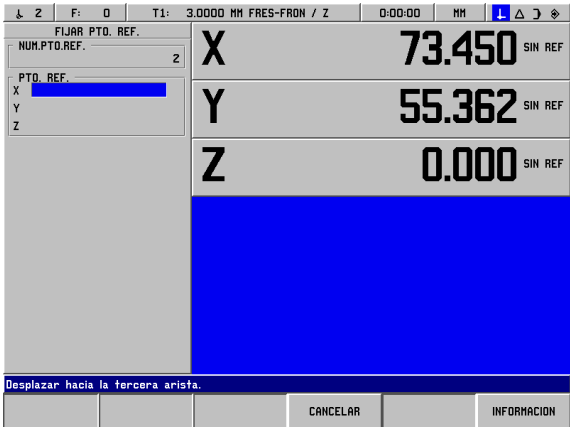
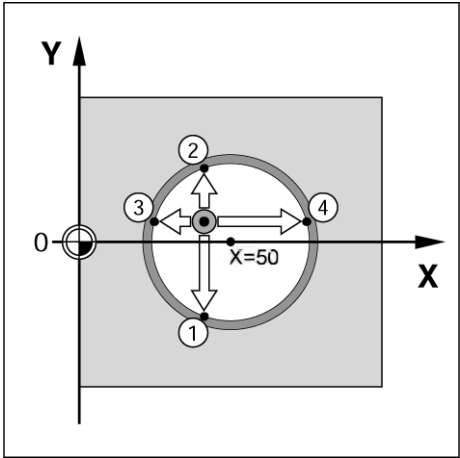

Fig. I.25 Fijar punto central de un taladro como punto de referencia
Fig. I.26
**Ejemplo: Palpar el punto central de un taladro con el palpador de aristas y fijar como punto de referencia. El punto central del taladro está en X = 50 mm. Véase Fig. I.25 & Fig. I.26.**